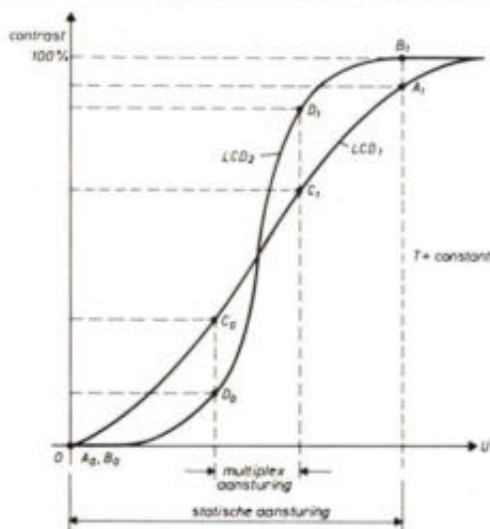

Fig. 4. Opto-elektrische karakteristiek van vloeistofkristal voor twee verschillende temperaturen.
- De opto-elektrische karakteristiek van een vloeistofkristal is afhankelijk van de temperatuur, zie fig. 4. Bij statische aansturing wordt de karakteristiek geheel doorlopen. De verandering van het contrast is bij verschillende temperaturen gering; in het gehele gebied van de werkte temperatuur, 0 ... 50 °C, is de afleesbaarheid zeer goed. Bij toepassing van multiplextechniek blijkt het contrast sterk afhankelijk van de temperatuur; temperatuur-compensatie is bij hoge multiplexfrequenties dan ook onvermijdbaar.
- Het contrast is bij toepassing van statische aansturing groter (bijv. punt A0; A1 en C0; C1 in fig. 4). Daarbij is de afleeshoek bij goede afleesbaarheid minder belangrijk dan bij multiplexaansturing.